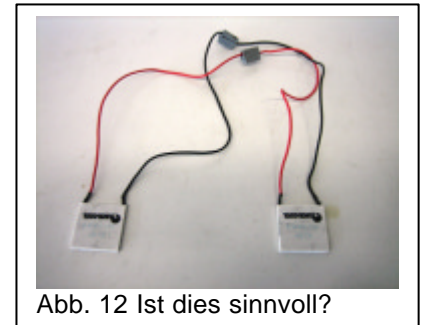

Abb. 12 Ist dies sinnvoll?
**Frage:** Hat der in Abbildung 12 dargestellte Versuchsaufbau einen Sinn?